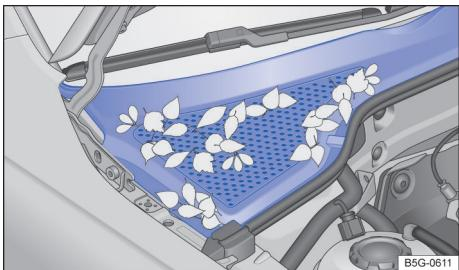

Fig. 214 Entre o compartimento do motor e o para-brisa: caixa de água (representação esquemática).
Remover folhas secas e outros objetos com um aspirador de pó ou com a mão → Fig. 214, → ①. A limpeza do compartimento do motor deve ser sempre realizada por uma empresa especializada → ③.